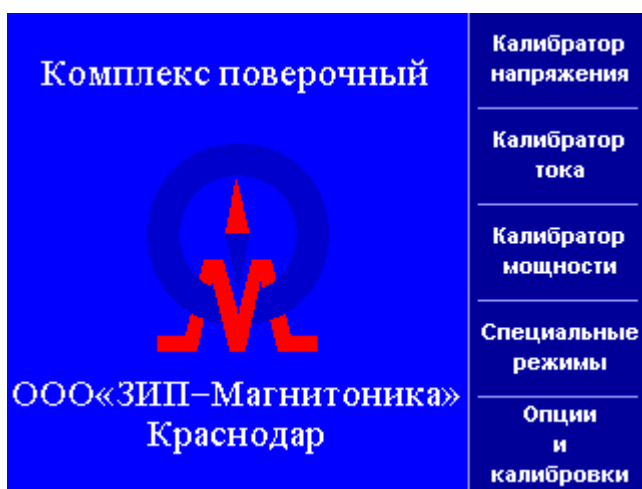

Рисунок 3.2 Основное меню
3.2.1 При включении комплекса поверочного в сеть на экран выводится основное меню (рисунок 3.2), из которого оператор может выбрать необходимый режим работы комплекса.